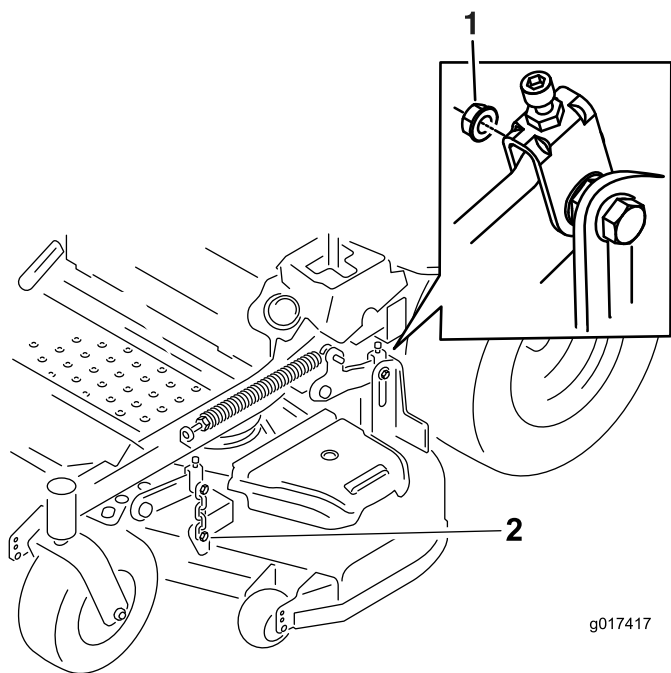

Figure 83
7. Enlevez et mettez de côté les fixations des deux côtés du plateau, comme montré à la Figure 83.